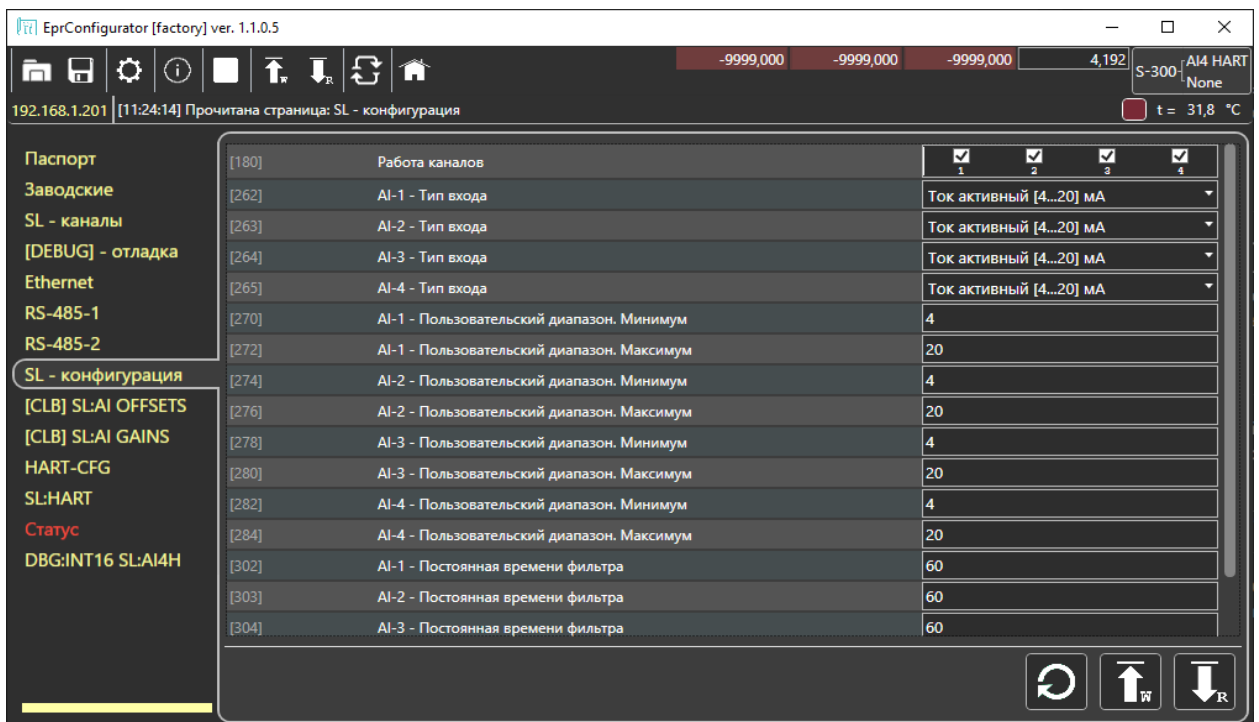

Рисунок 9 – Конфигурация для пассивного HART-устройства (без внешнего питания).
8. Для работы в **режиме моста через виртуальный Com-порт | Ethernet** запускаем программу EprConfigurator, выбираем тип канала в соответствии с питанием датчика (рис. 9). Режим моста через виртуальный Com-порт | Ethernet можно использовать **только при подключении USB-C**.
9. Для работы в **режиме «точка-точка»** в программе EprConfigurator выбираем тип канала в соответствии с питанием датчика (рис. 9). Далее включаем опрос на канале, к которому подключен датчик.
10. Для работы в работе **в режиме «мультиточки»** в программе EprConfigurator выбираем тип канала в соответствии с питанием датчика (рис. 9). Затем необходимо выяснить короткий адрес датчика. Это можно сделать с помощью модуля в режиме моста (см. пункты 7, 8) либо HART-модема и программного обеспечения производителя HART-устройства (например, Raport 2.0) или HART-коммуникатора. Подключаемся к датчику и в паспорте датчика читаем существующий или записываем необходимый короткий адрес.